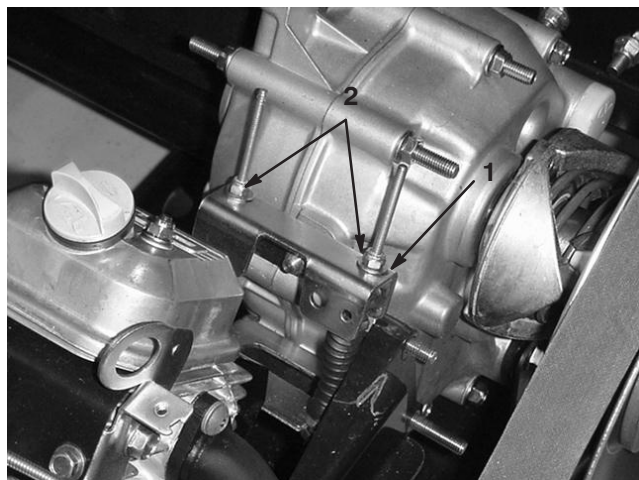

Figure 25
Lors des entretiens courants et/ou des diagnostics du moteur, vous devez placer la boîte-pont au point mort (Fig. 25). La position point mort du sélecteur de vitesses commande le point mort de la boîte-pont. Procédez comme suit pour vérifier que le point mort du sélecteur de vitesses actionne correctement le point mort de la boîte-pont :
2. Vérifiez que la patte de réglage du point mort est à la position point mort (horizontale) en tournant l'embrayage (Fig. 25). Le véhicule ne doit pas avancer ni reculer. Si le véhicule se déplace, mettez la patte de réglage du point mort à la position point mort.
3. Serrez l'un des contre-écrous (Fig. 25) juste assez pour éliminer le mou du câble de sélection de sens de marche.